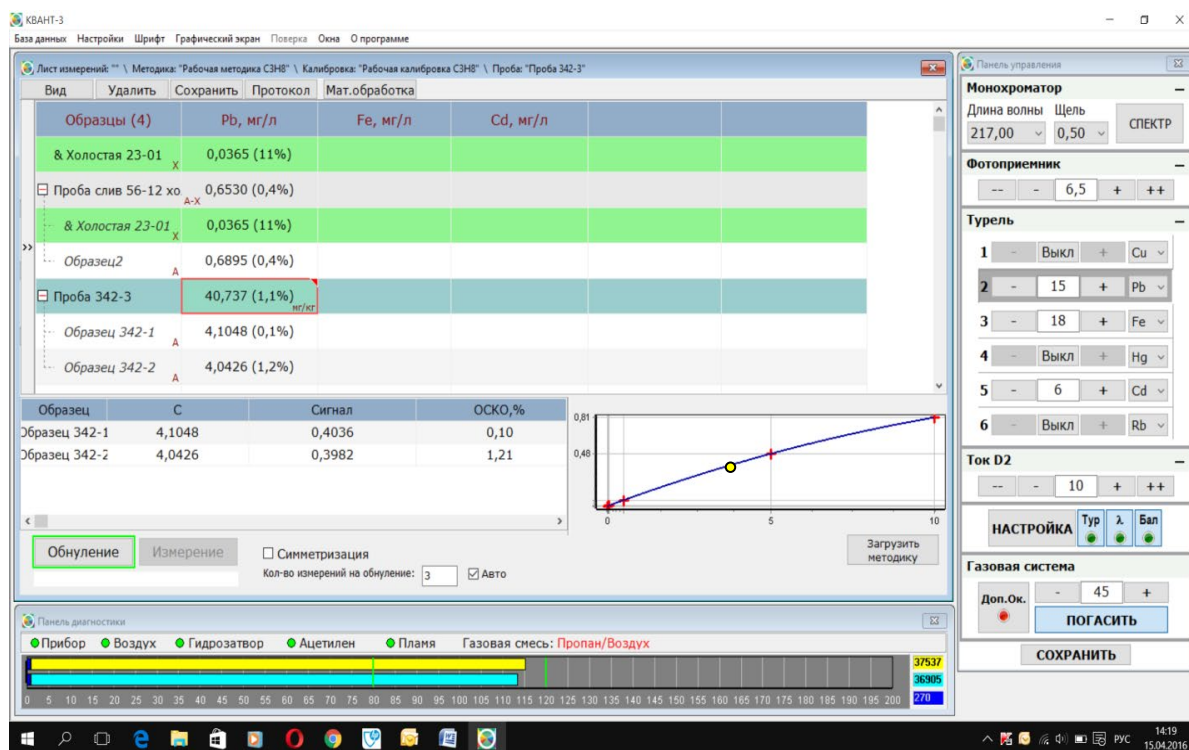

Рис. 23 Проведение измерений
4. Перенести капилляр в неизвестную пробу, нажать кнопку **«Измерение»**, индикатор отобразит выполнение операции **ИЗМЕРЕНИЯ** (задержка **зелёным**, измерение **красным** цветом). В зависимости от выбранного режима измерений (режим «Симметризация» или N измерений пробы на одно обнуление п.1.2.2) после окончания цикла результат будет отображаться в таблице в виде числового значения и на градуировочном графике в виде точки **жёлтого** цвета рис.23.
5. Провести измерение образца несколько раз (2-5). Результат анализа отображается в ячейке на пересечении **строки** с названием образца или пробы и **столбца** с названием исследуемого элемента в единицах концентрации градуировочного графика. На рис. 23 представлен результат измерения Pb в пробах в мг/л и относительным СКО %. Среднее арифметическое и СКО ПК рассчитывает по результатам параллельных определений.